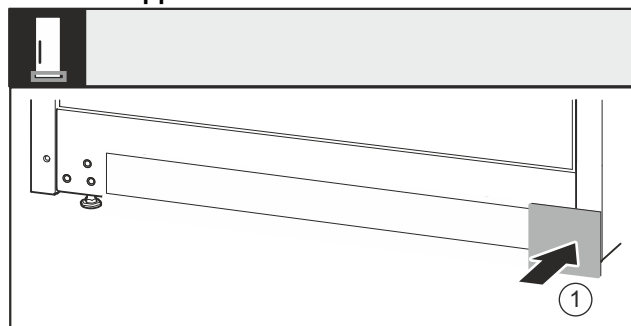

Fig. 34
- Remettre le cache Fig. 34 (1) en place de l'autre côté.